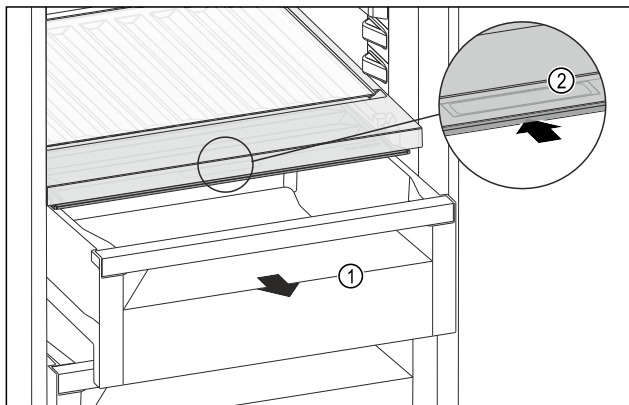

Fig. 123
- ▶ Extraer el compartimento Fig. 123 (1).
- ▶ Agarrar el tirador empotrado Fig. 123 (2) en la tapa del compartimento y tirar de la tapa del compartimento hacia atrás al mismo tiempo.